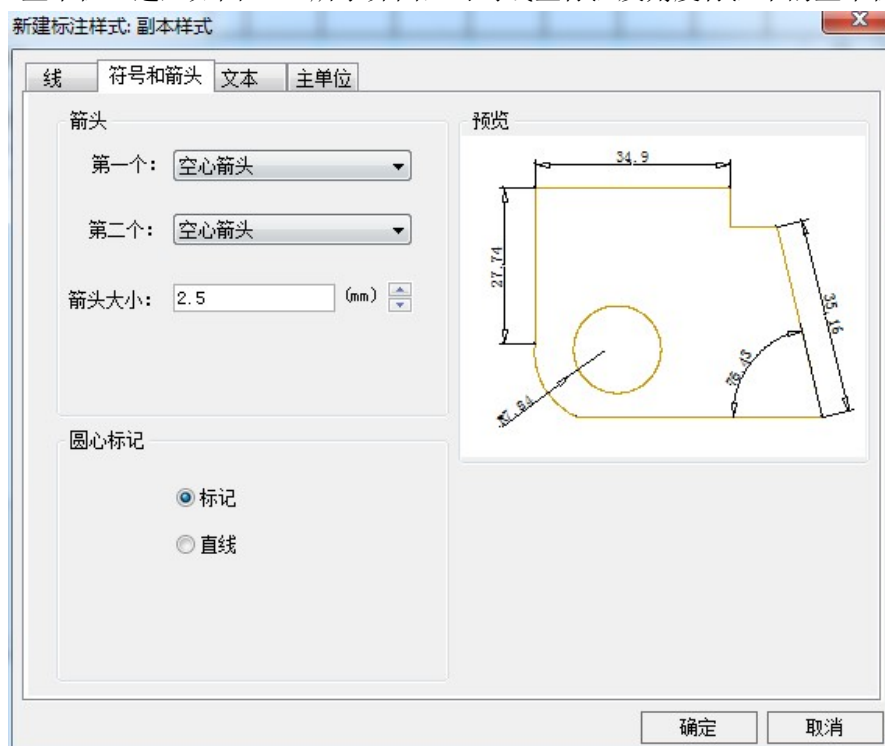

图 6-62 符号和箭头设置
(2) 点击“符号和箭头”进入如图 6-62 所示界面，可对标注线上的箭头样式、大小进行设置，另外可以对圆心标记时的样式进行设置（标记或者直线两种形式）。